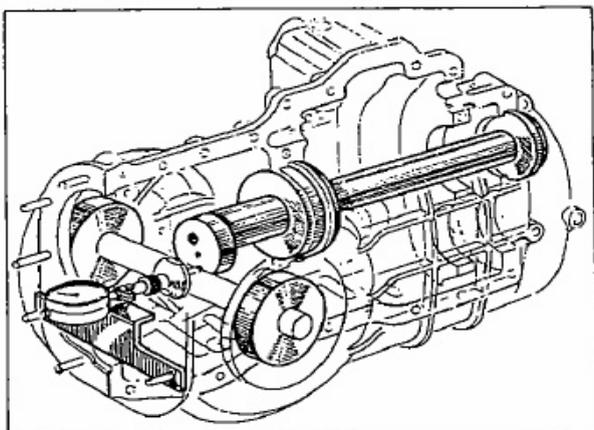

Fig. 17. - Réglage distance conique.
- Monter sur le demi-carter droit, fixé sur le chevallet, l'outil 88035060 (faux pignon) et les douilles (avant et arrière) faisant partie du jeu 88035060 (voir fig. 17).
- Culbuter le carter assemblé et fixer, dans la partie AV du carter, la bride faisant partie du jeu d'outils 88035060 pour l'appui du comparateur centésimal (voir fig. 17).
et monter le comparateur 88095122, avec la jauge de profondeur 88095851 (avec pige de 30 mm), sur le mandrin; pousser la pige du comparateur jusqu'à ce que la jauge de profondeur, en sortant du mandrin, n'aille au contact du faux pignon (voir fig. 17).